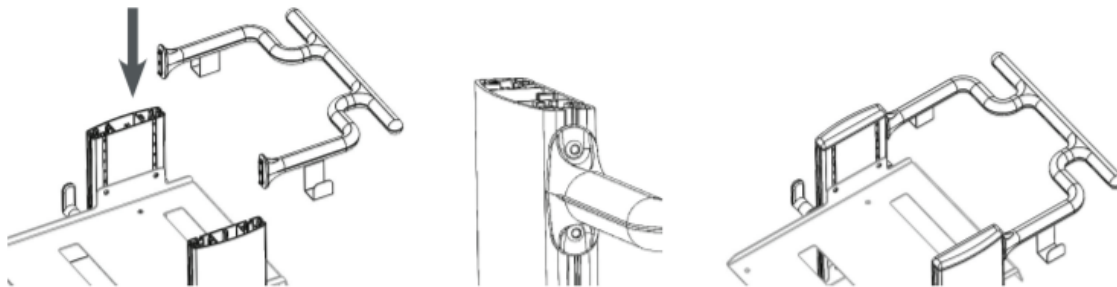

Figura 6 – Montaje del mango
- b. Apriete los 4 tornillos del mango del carro con la llave Allen de 4 mm suministrada. Consulte la figura 6 a continuación.